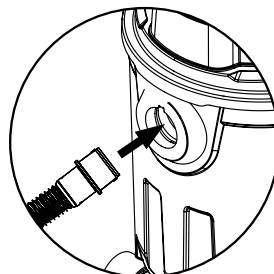

Fig. 4 – Conexión de la manguera
- Introduzca el conector de la manguera en la boquilla de conexión, gírelo en el sentido de las agujas del reloj para bloquearlo (Fig. 4).